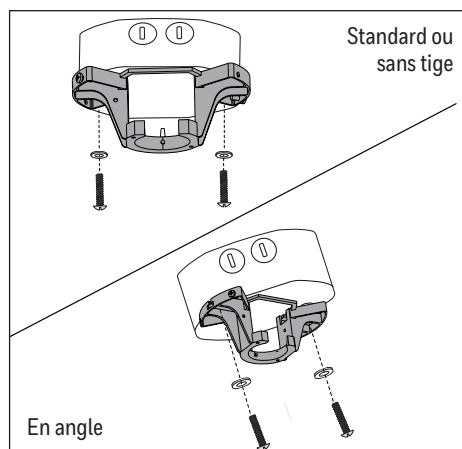

Figure 2.2
2. Installez le support de fixation sur la boîte de sortie (non incluse) à l'aide des vis et des rondelles fournies avec la boîte de sortie (Figure 2.2).